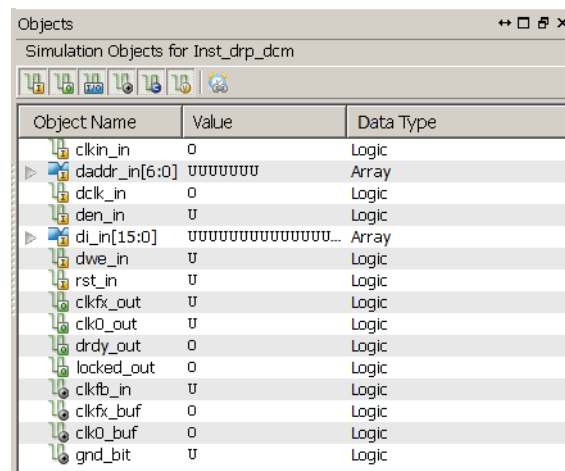

図 4-17 : [Objects] パネル
3. 現在ハイライトされているデザイン ユニットに関連するシミュレーション オブジェクトが [Objects] パネルに表示されます (図 4-17)。